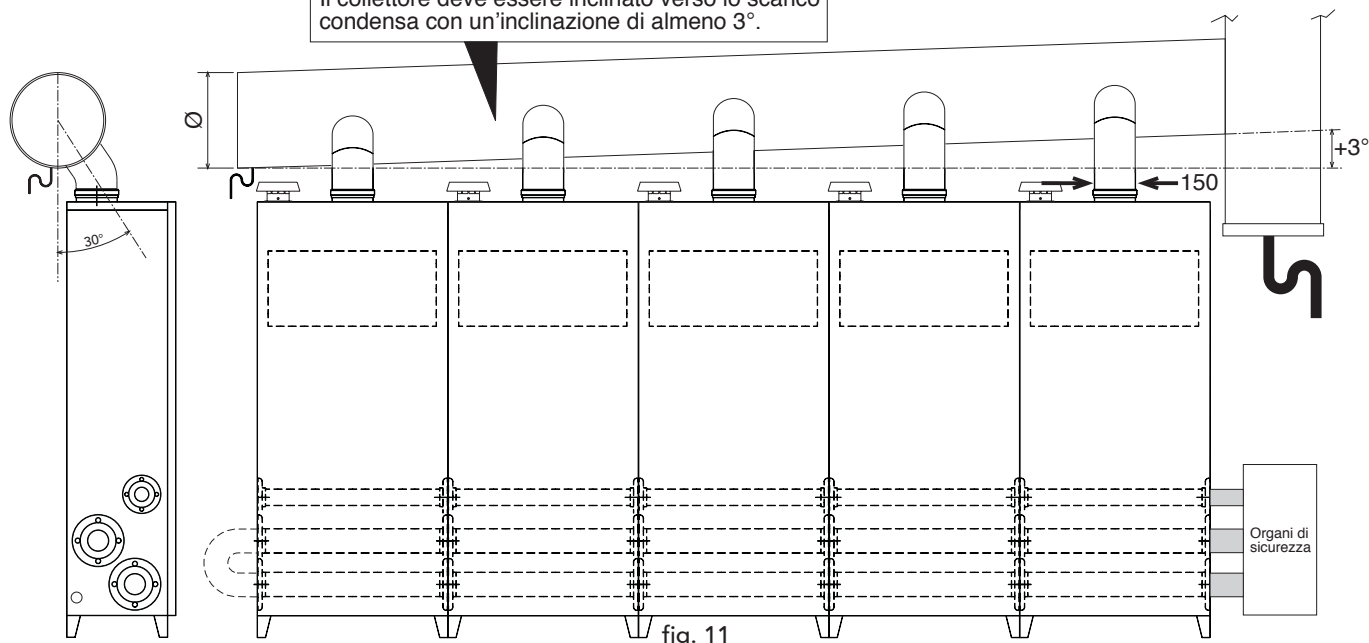

fig. 11
- Per il collegamento di più moduli in cascata è possibile anche utilizzare un collettore con collegamento ad unica canna fumaria. In tal caso collegare le uscite fumi ( $\varnothing$  150) dei singoli moduli come riportato in figura, avendo cura di rispettare i diametri di collettore e camino riportati in tabella a lato. L'innesto dei singoli camini sul collettore deve avvenire con inclinazione di circa  $30^\circ$  rispetto la verticale (fig. 11).